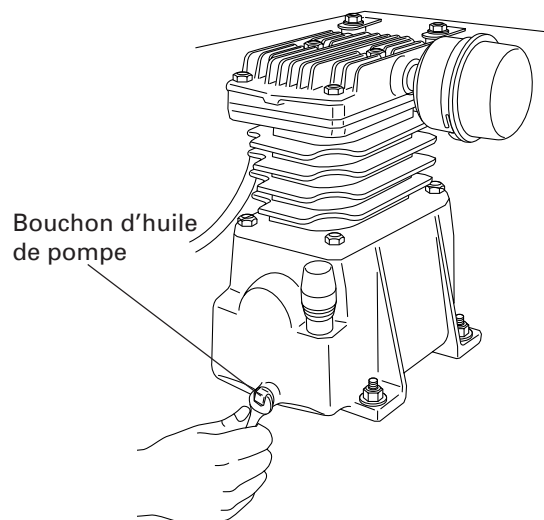

Fig. 10
- (1) A l'issue des 50 premières heures d'utilisation, changer toute l'huile de l'élément de pompage. Desserrer le bouchon d'huile de la pompe sur le couvercle du carter, vidanger toute l'huile et revisser le bouchon (voir la Fig. 1 et la Fig. 10).